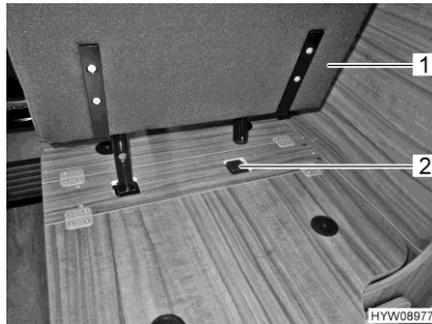

Fig. 16 Enchufar el asiento de enchufe en el soporte
- Enchufar el asiento de enchufe (Fig. 16,1) en el soporte (Fig. 16,2).